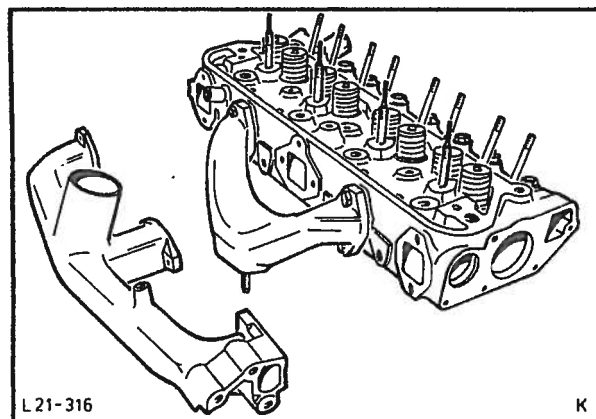
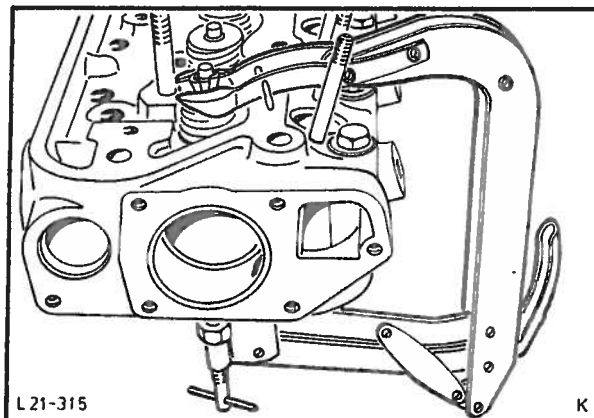

Fig. 120 Demontering av innsugning- og eksosmanifold.
Fig. 121 Press sammen ventilfjærene og ventiltallerknene med ventilfjærklemmen.
3. Skru av innsugningsmanifold (6 bolter) og eksosmanifold (4 bolter), fig. 120.
4. Demonter temperatursenderen og tetningsdekslene (2) fra topplokket (6 bolter).
5. Press sammen ventilfjærene og ventiltallerknene med den vanlige ventilfjærklemmen og ta vekk ventillåsene, fig. 121.